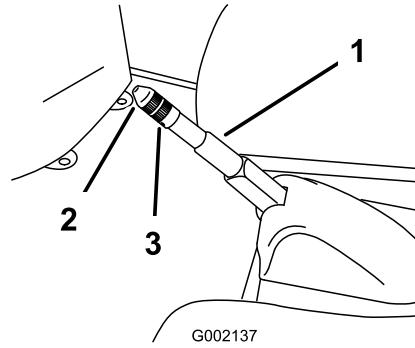

Figure 47
2. Desserrez la vis de fixation du bouton sur le levier du frein de stationnement (Figure 47).